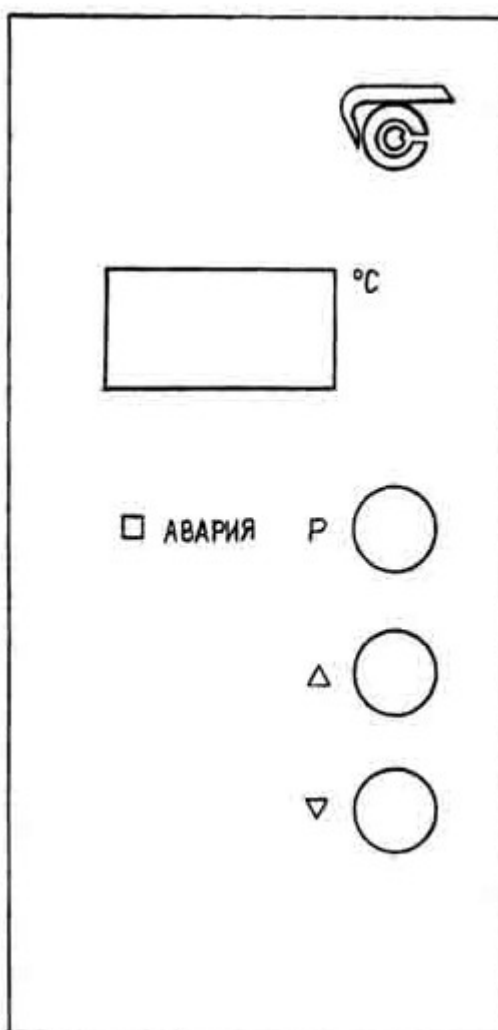

Рисунок 1 – Панель управления
8.3. Включить переключатель «СЕТЬ» (находится на сетевом блоке, установленном на задней стенке термостата), при этом на цифровом табло панели управления, находящейся на двери термостата (рисунок 1) высвечивается текущая температура в камере термостата.